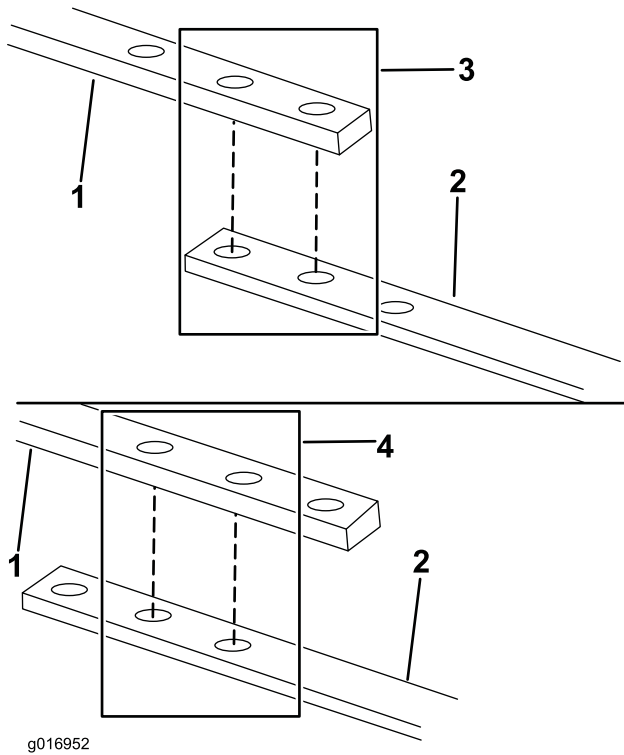

Figura 2
3. Unite tra loro le due barre con 2 bulloni (5/16 x 1 pollici), 2 rondelle e 2 dadi flangiati (Figura 1 e Figura 2). Allineate i fori delle barre per tosaerba larghi 46 cm o 53 cm.